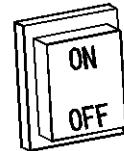

Fig. 4
- Tournez l'interrupteur d'alimentation en position « I » et contrôlez que le ventilateur démarre correctement. (Fig. 4)